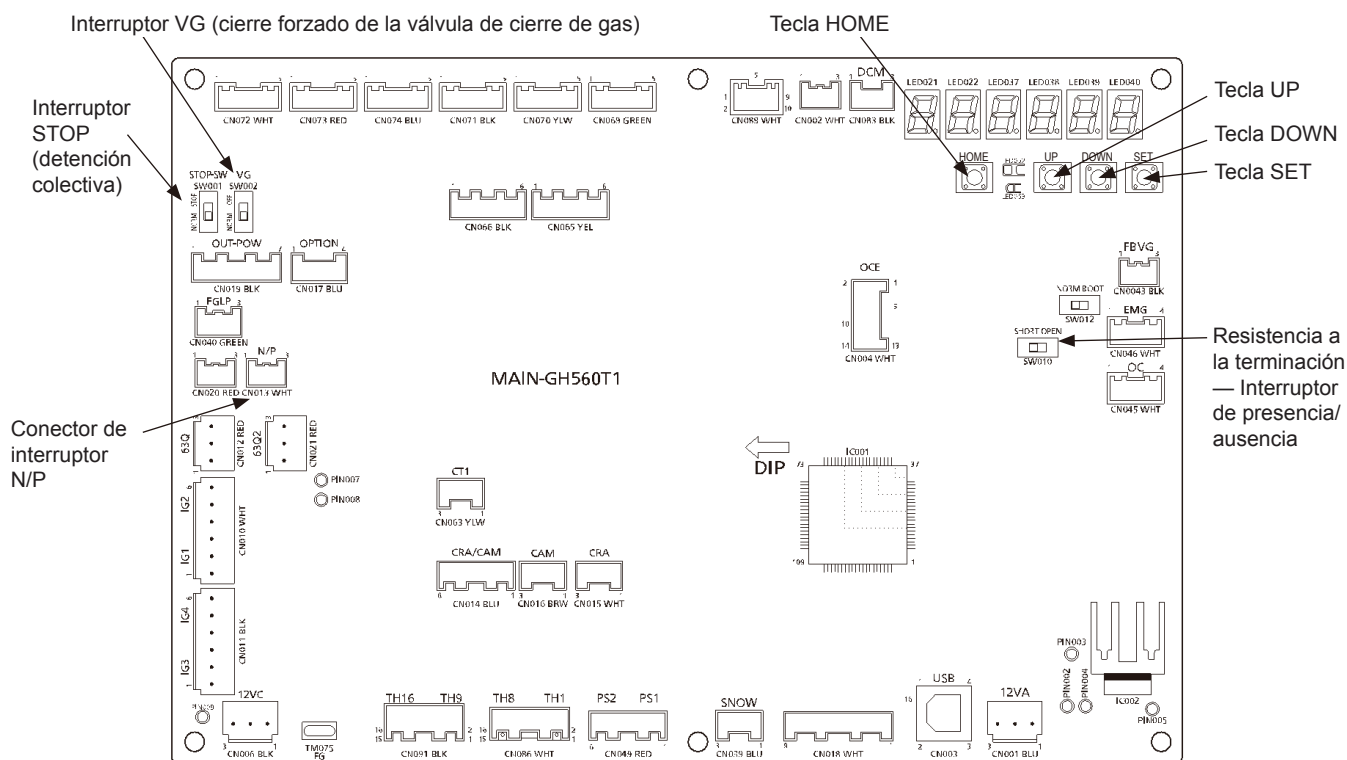

Fig. 1
- (2) Instale el conector de cortocircuito incluido en el interruptor P/N (Fig. 1) del panel de control exterior.